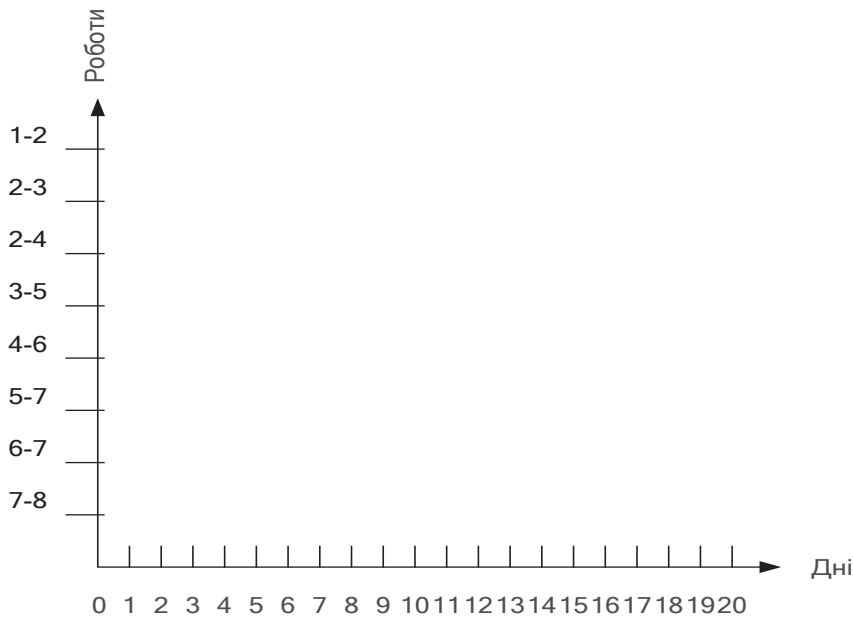

Рис. 5.31. Система координат для діаграми Ганта
1. Побудуємо систему координат. По осі x відобразимо шкалу часу в днях, по осі y – коди робіт. У даному завданні потрібно виконати 8 робіт. Тому по осі y відкладемо 8 ділень. Ураховуючи, що критичний шлях дорівнює 20, на осі x відкладемо 20 ділень (рис. 5.31).